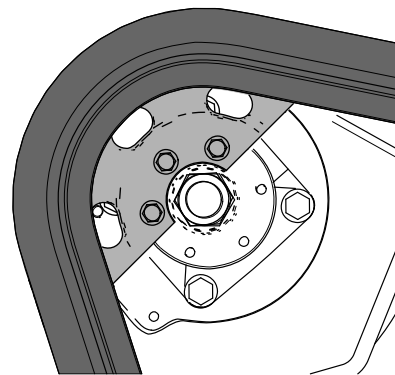

Figura 64
17. Deplasați maneta de traciune în față până când jumătatea pinionului de antrenare se cuplează la enilă (Figura 64).